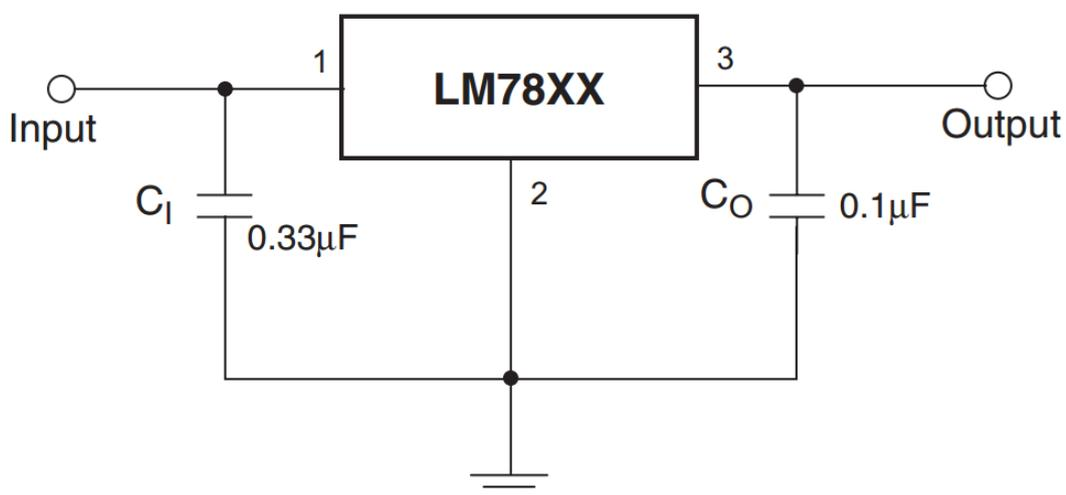

Рисунок 1. Типовое включение микросхемы L7805ACV (LM7805).
- Типовое включение микросхемы L7805ACV (LM7805) по спецификации производителя представлено на рис. 1. Сглаживающие фильтры  $C_I = 0,33 \text{ мкФ}$ ,  $C_O = 0,1 \text{ мкФ}$ .